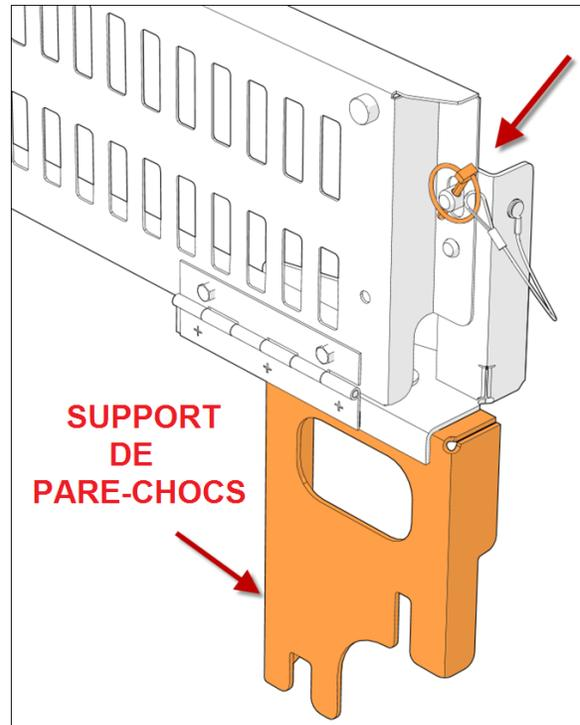

FIGURE 2
2. Bloquer la position du support de pare-chocs avec les goupilles de blocage comme montré sur la Figure 2.